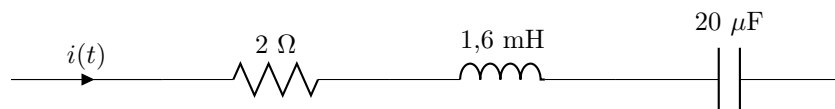

Figura 4.3: Circuito del problema 30.
30. Por la asociación en serie RLC de la figura 4.3 circula una corriente  $i(t) = 3 \cdot \cos(5.000t + 60^\circ) \text{ A}$ . Halla la caída de potencial en cada elemento y la tensión total.